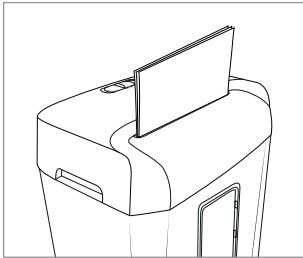

Fig. 2
- ◆ Insérez le papier à la verticale par le haut et centré dans la fente de coupe **8** (voir fig. 2). L'appareil démarre automatiquement et s'éteint aussi automatiquement lorsque l'utilisateur n'introduit plus de papier.
- ◆ Saisissez le dispositif de coupe **5** au niveau des deux poignées encastrées intégrées **7** et placez-le sur le collecteur **10** de manière à ce que le cordon d'alimentation **1** pointe vers l'arrière et que la fenêtre de contrôle **9** du collecteur **10** pointe vers l'avant (voir fig. 2).